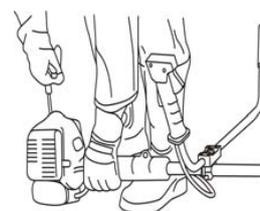

Fig. 17
5. Tout en maintenant fermement la débroussailleuse sur l'arbre à proximité du moteur, tirez fortement le démarreur Fig. 17
N'arrêtez pas soudainement le moteur lorsqu'il tourne à haute vitesse. Fig. 17